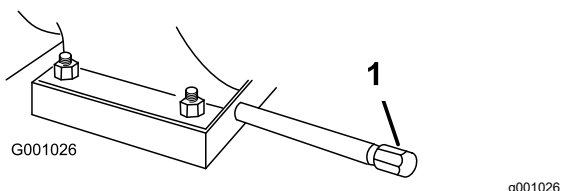

Figura 31
- Curăa zona din jurul buonului de scurgere a uleiului (Figura 31).